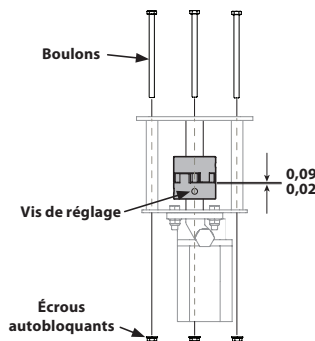

Figure 22
2. Enlevez les trois écrous autobloquants et les trois boulons qui retiennent la pompe au boîtier du coussinet. Il y a deux écrous autobloquants et deux boulons aux coins inférieurs et un écrou autobloquant ainsi qu'un boulon en haut, au milieu. Voir Figure 22.
11. Laissez un écart de 0,5 mm à 2,3 mm (0,02 à 0,09 po) entre le coussinet et le raccord du moteur. Pour ce faire, glissez une jauge d'épaisseur entre le coussinet et le raccord du moteur et déplacez le raccord selon le besoin. Installez la vis de retenue et serrez-la à un couple de 78 po/lb pour fixer le raccord de la pompe. Voir Figure 22.